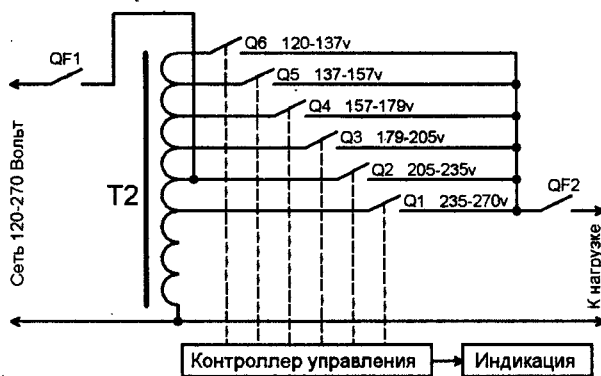

Рис. 9
2. Коммутация отводов "по выходу" (рис. 9).